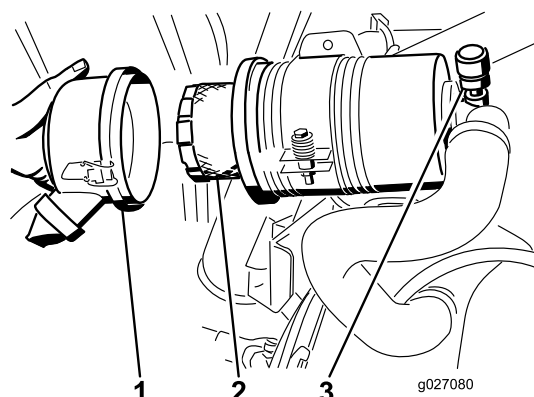

Figura 52
3. Togliete il filtro e sostituitelo (Figura 52).